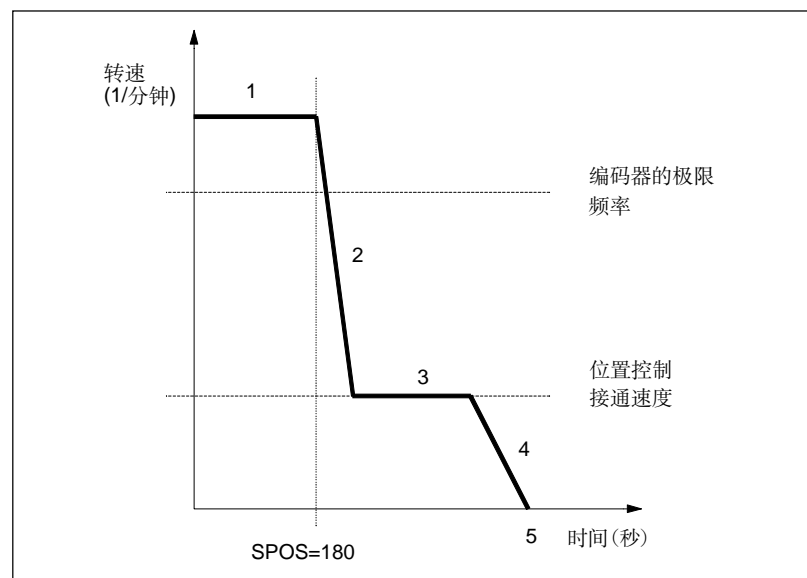

图 9-2 旋转状态下定位，编程的主轴转速(和主轴实际转速)超出主轴编码器极限频率(特殊情况)
- 第一种情况：主轴在速度调节方式，超出编码器极限频率(图 9-2)